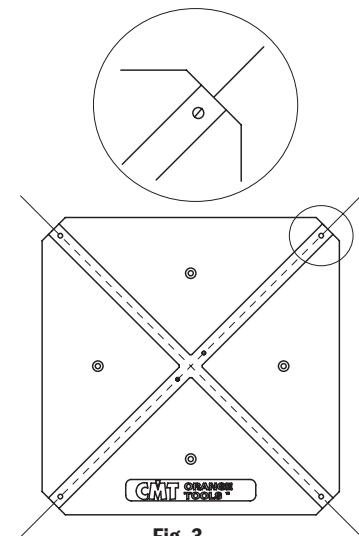
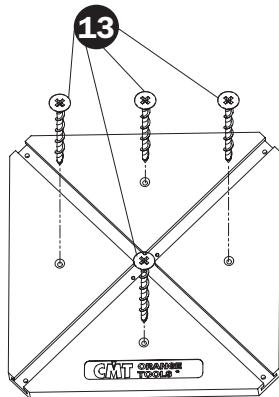

Fig. 3
Fig. 4
**(Fig. 4)** Fixer la structure en plastique (1) sur la pièce au moyen des vis à bois (13) ou de ruban adhésif double-face, de telle sorte que les rainures de la structure en plastique (1) correspondent parfaitement aux axes précédemment marqués (**Fig. 3**).
**(Fig. 4)** Fixer la structure en plastique (1) sur la pièce avec le vis à bois (13) ou de ruban adhésif double-face, de telle sorte que les rainures de la structure en plastique (1) correspondent parfaitement aux axes précédemment marqués (**Fig. 3**).